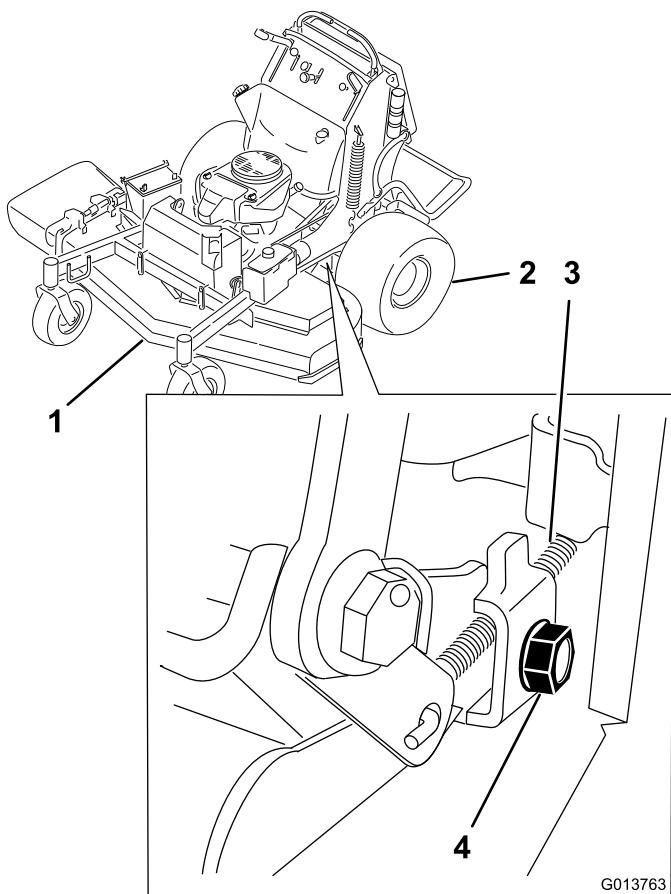

Figure 3
- 7. Desserrez le collier qui fixe la gaine du câble de commande de vitesse à la patte du dispositif de changement de vitesse (Figure 3). L'accès est facilité en passant sous le cadre inférieur et devant la roue arrière gauche.